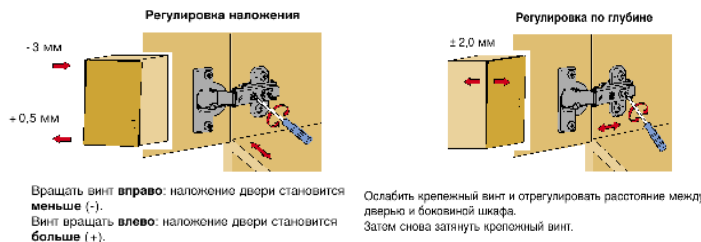

Рис. 3 Схема установки петель
7. Установить крестовины петель (Е) к дет.№3 согласно разметке (рис.3), чаши петель (Е) установить на фасады (дет.№7,8) при помощи саморезов (К)
8. Навесить фасады на изделие, провести регулировку петель (рис.3);